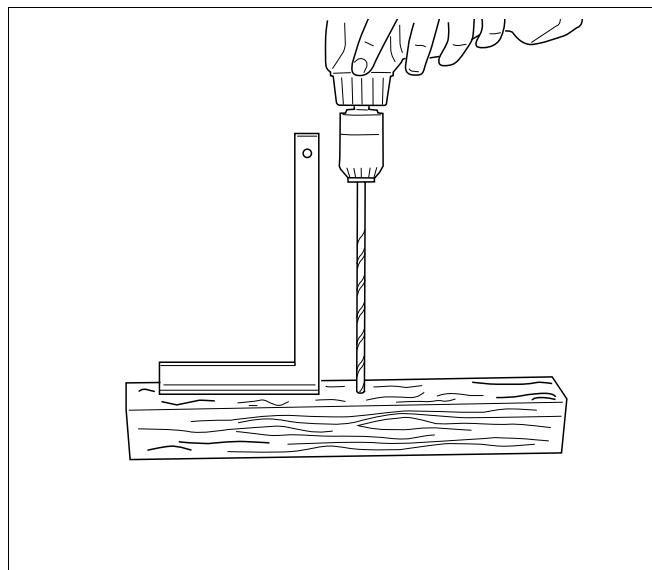

Fig. 4 Confecționarea șablonului pentru găurire
- Se ia o riglă de lemn lungă de cca. 0,50 – 1,00 m. Se execută o gaură de trecere (Ø 6 mm) perpendicular pe riglă (Fig. 4).